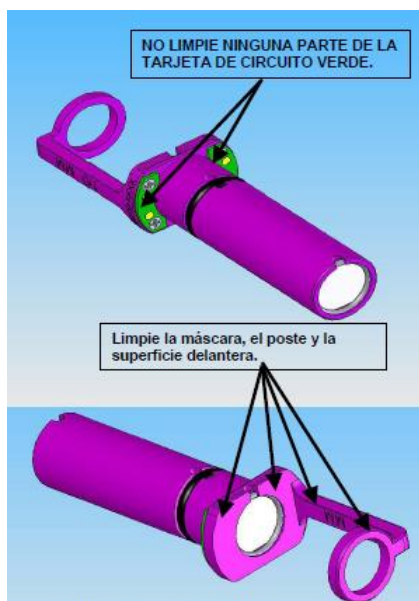

Figura 6.5: Limpieza del distanciador Smart
2. Tenga gran cuidado para **no** frotar sobre la tarjeta de circuito impreso de color verde que hay en el distanciador (figura 6.5).